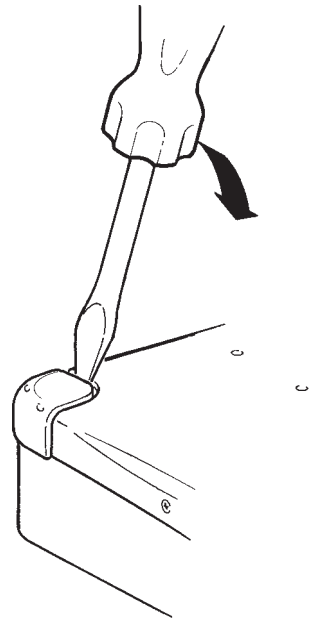

Fig. 2
- Nur bei CDP 110: Die Abdeckungen entfernen (Fig. 2).
- Die beiden Spindeln herausschieben (2).
- CD-Klappe nach oben herausheben (3).
- Only CDP 110: Remove the door caps (Fig. 2).
- Push the two spindles outside (2).
- Lift the CD-Door (3).